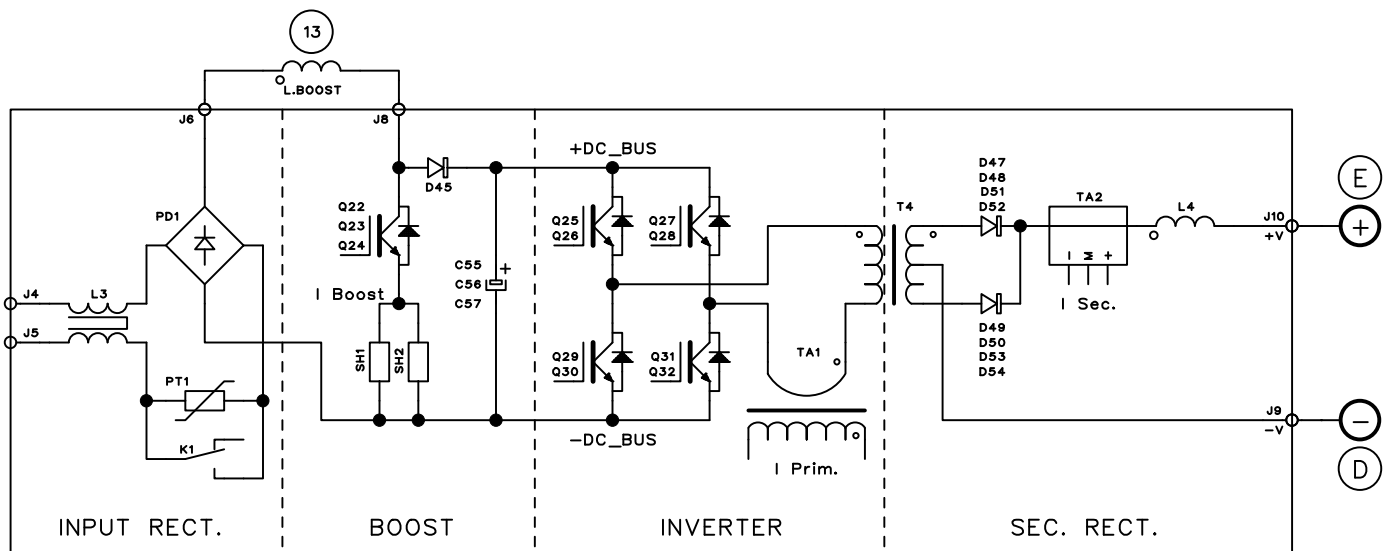

Fig. 2.3.1
Más exactamente en la tarjeta potencia (15) se pueden identificar (Fig. 2.3.1):
- el inverter de igbt, que genera la tensión alterna de onda cuadrada para el transformador de potencia T4, montado en la tarjeta potencia (15);
TEST ALIMENTACIÓN POTENCIA (Fig. 2.3.1, 2.3.2).